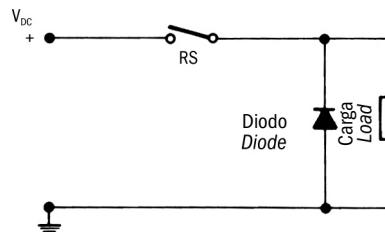
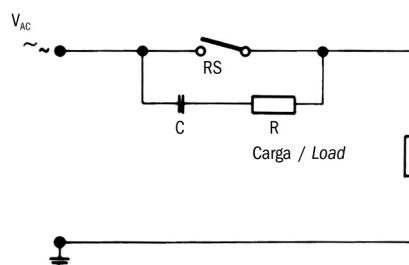

Fig. 1 Protección con corriente continua para cargas inductivas.
Fig. 2 Protección con corriente alterna con conexión RC para carga inductiva.
1) Cargas inductivas en circuitos alimentados con corriente continua la protección del contacto es relativamente fácil. Se debe conectar en paralelo a la carga un diodo semiconductor como se indica en la fig. 1 (ver la página siguiente). Las polaridades deben estar conectadas de manera que el diodo se bloquee con el voltaje normal de funcionamiento y siempre en cortocircuito en el caso de inversión de polaridades. Al cambiar las cargas inductivas alimentadas con corriente alterna no se puede utilizar un diodo, es necesario utilizar un dispositivo de supresión del arco Por lo general, es un enlace RC paralelo al interruptor y luego en serie con la carga, según fig. 2 (ver página siguiente). El tamaño del supresor del arco puede ser determinada por el monograma de la fig. 3 (vér la página siguiente).